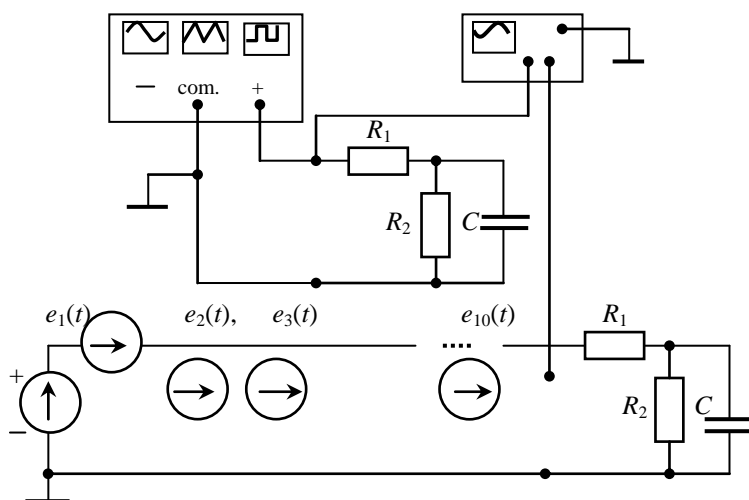

Рис.4. Схема для исследования периодических несинусоидальных ЭДС, напряжений и токов
1. Собрать электрическую схему (рис.4) и установить на генераторе сигнал. Номер сигнала (рис.5) соответствует номеру тригонометрического ряда (табл.1). Переключить входы осциллографа в режим DC для приема постоянной и переменной составляющих сигнала. Получить на экране осциллографа периодический несинусоидальный сигнал, а на генераторе установить форму сигнала в режимах:
3. Собрать схему тригонометрического ряда с заданной нагрузкой (см. рис.4):